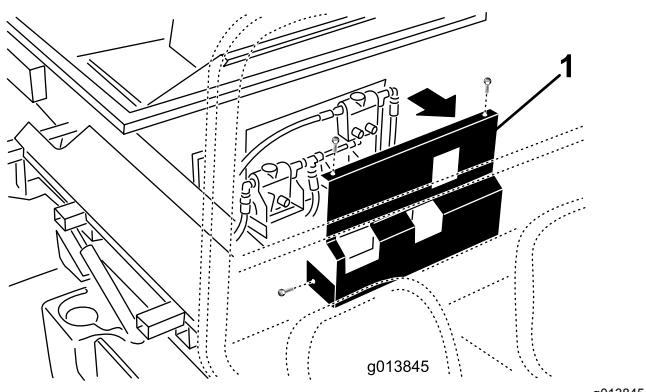

Рисунок 13
10. В варианте исполнения SH (модель 44701) снимите детали крепления крышки к передней части машины и отложите крышку в сторону (Рисунок 13).